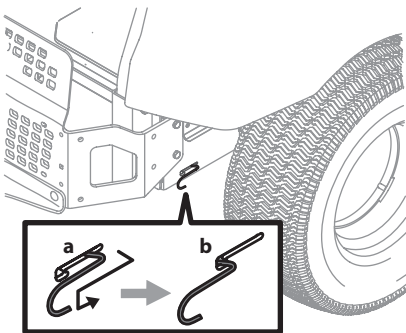

Figure 2-1
1. Pour déplacer l'appareil manuellement sans le démarrer, engagez les tiges de dérivation des transmissions qui se trouvent à l'arrière, de chaque côté de l'appareil. Les tiges de dérivation des transmissions sont placées à l'arrière de l'appareil, près du côté intérieur de chaque pneu arrière. Désengagez le frein de stationnement et engagez les tiges de dérivation. Pour engager les tiges de dérivation, tirez sur chaque tige (a) et accrochez la tige dans le trou (b) pour la fixer. Voir Figure 2-1.
2. Après avoir déplacé l'appareil, effectuez les étapes (a) et (b) dans l'ordre inverse pour désengager les deux tiges de dérivation. Voir Figure 2-1.